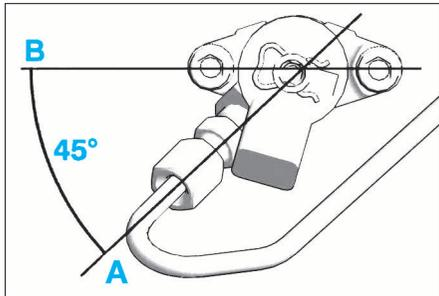

FIG. 37
- respecter l'inclinaison de 45° entre (A) et (B) (Fig.37).